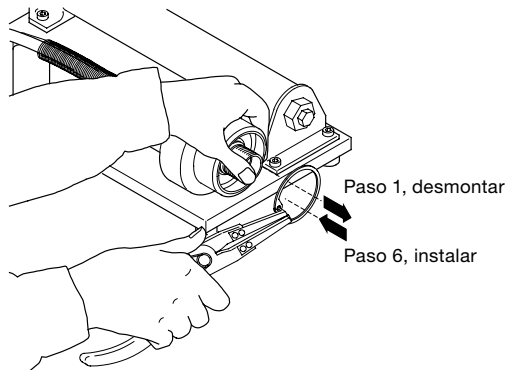

Fig. 1 Desmontaje / instalación del anillo retenedor
1. Retire el **anillo retenedor** del **cabezal hidráulico** con los **alicates**. Ver Fig. 1.
6. Reponga el **anillo retenedor** en el **cabezal hidráulico** con los **alicates**. Ver Fig. 1.